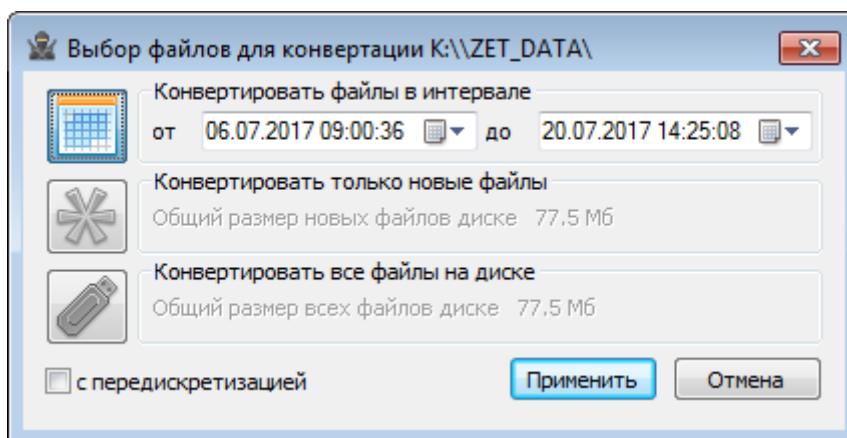

Рис. 3.15 Программа «Выбор файлов для конвертации»
3. На компьютере автоматически запустится программа «Выбор файлов для конвертации...». Данная программа предназначена для копирования и конвертации файлов с внутренней памяти регистратора на компьютер (Рис. 3.15).